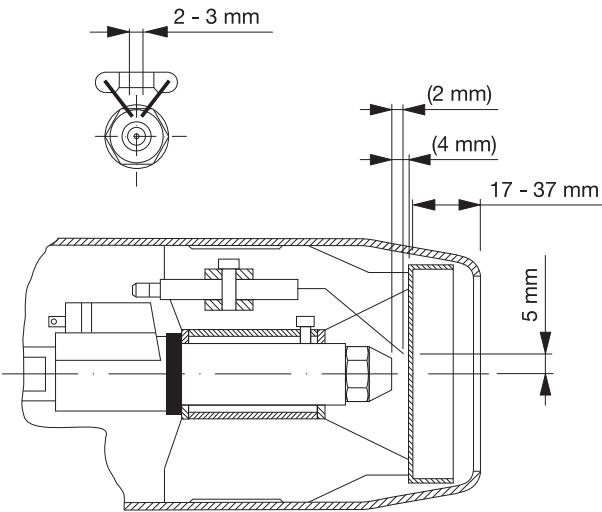

Abbildung 10 / Figure 10
- Abstand zwischen Stauscheibe und Düse (siehe Abb. 10).
- For the distance between baffle plate and nozzle (see fig. 10).
- Ecart entre l'écran réducteur de pression et le gicleur (Cf. fig. 10).
- Die Einstellmaße der Zündelektroden sind zu prüfen bzw. einzustellen (siehe Abb. 10). Anschließend den Brenner in Betriebsposition bringen und die Service-Schraube anziehen.
- The settings of the ignition electrodes are to be inspected and/or re-adjusted (see fig. 10). After that, bring the burner to the operating position and tighten the service screw.